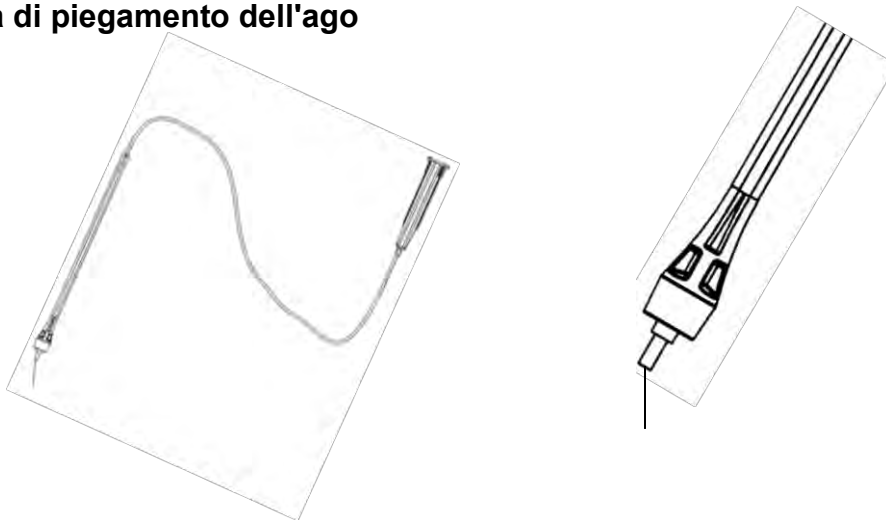

Fig. 2
2. Non piegare oltre un leggero angolo (Fig. 2), ovvero non superare i 45° dalla sua posizione originale perché indebolirebbe il legame dell'ago.